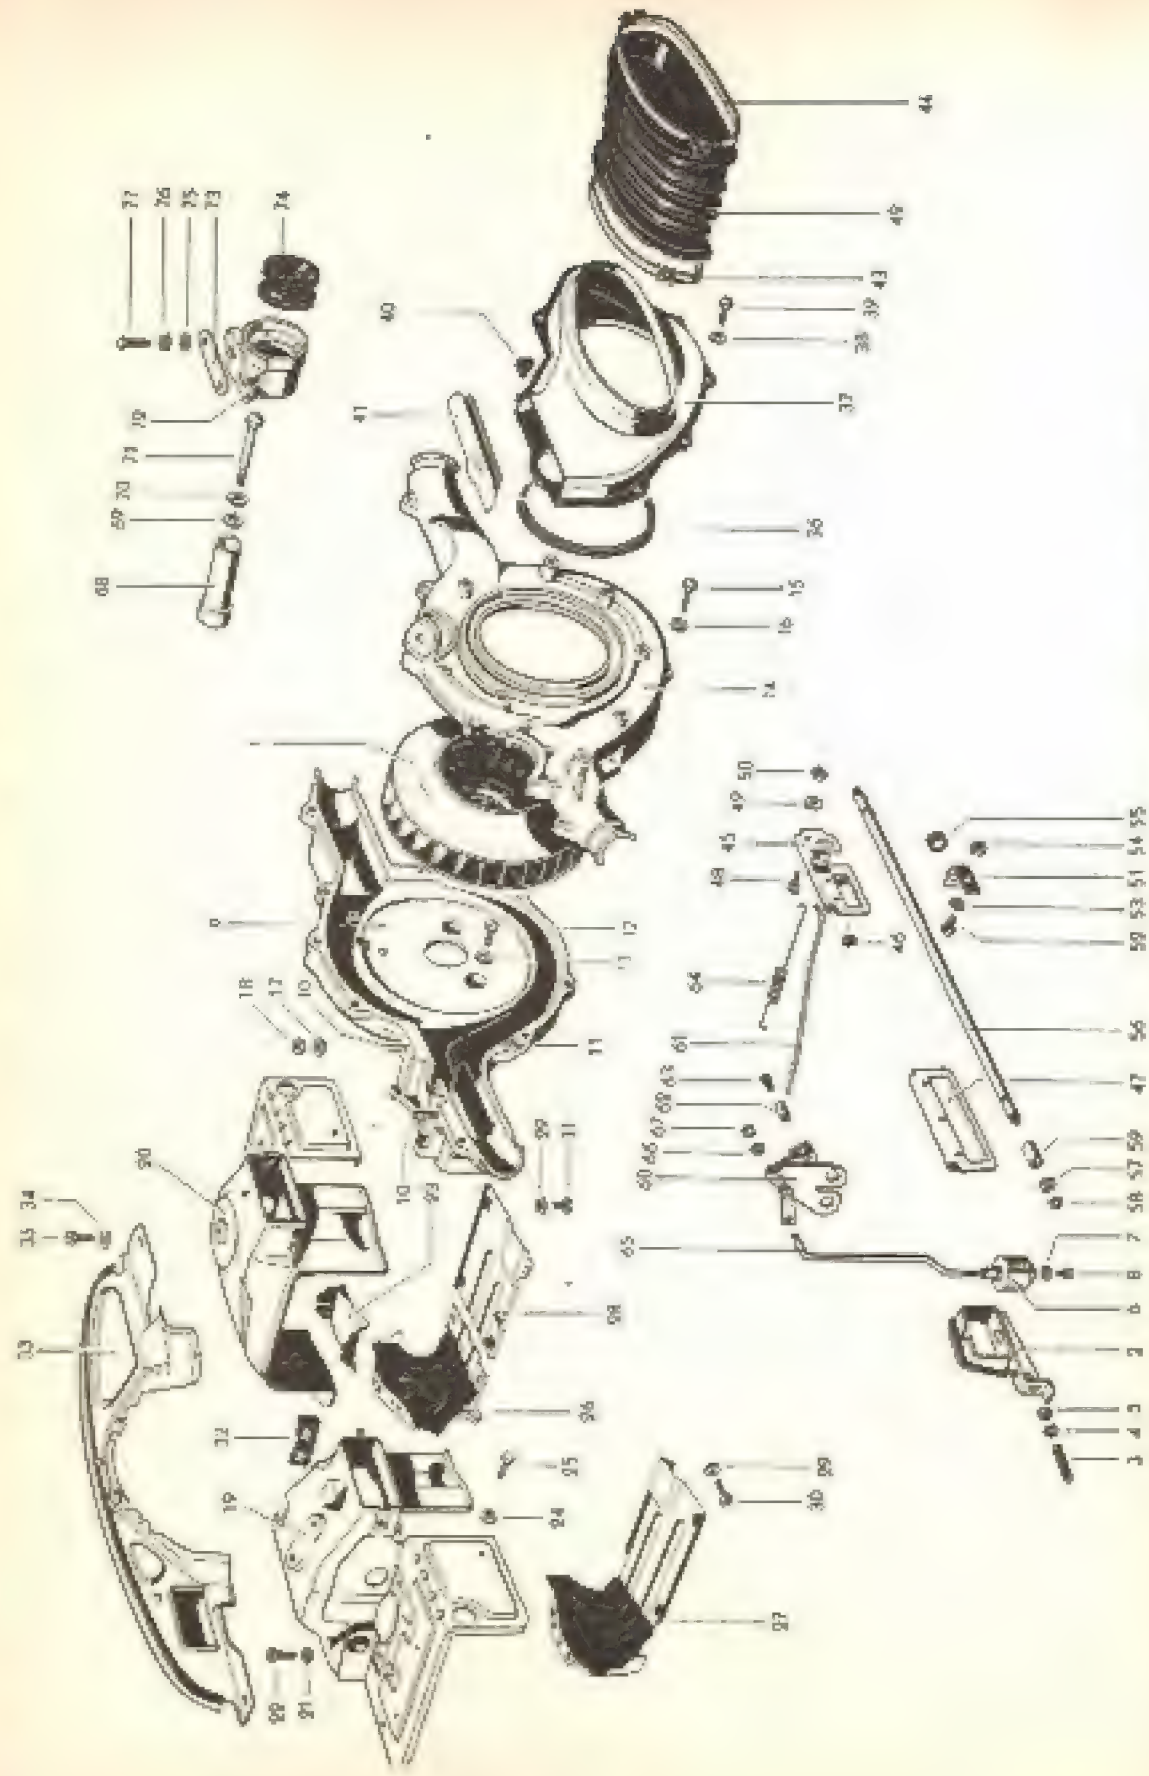

Fig. 5-V — Sistema de aquecimento do motor plano "I 600".
1) — Retira-se a tampa da carcaça do ventilador e o bujão de inspeção do ponto (41 e 40, Fig. 5-V), e a tampa do distribuidor.